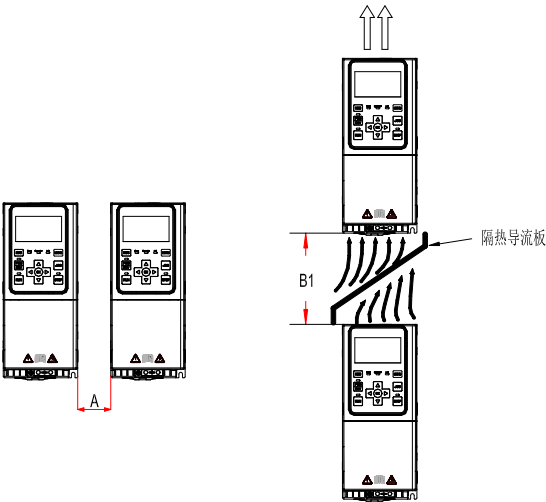

图2-20 C2～C8上下排安装图
- 1) 请垂直安装变频器，便于热量向上散发，但不能倒置。若柜内有较多变频器时，最好是并排安装，在需要上下安装的场合，请参考图2-20的示意，安装隔热导流板；